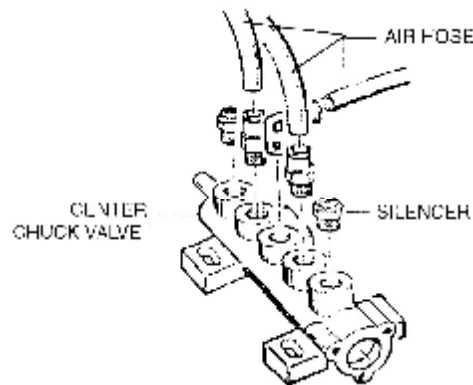

рис.11
- 10) Для очистки или замены клапана отжима крышки повторите шаги 8, 9, 10 (см. рис.11).